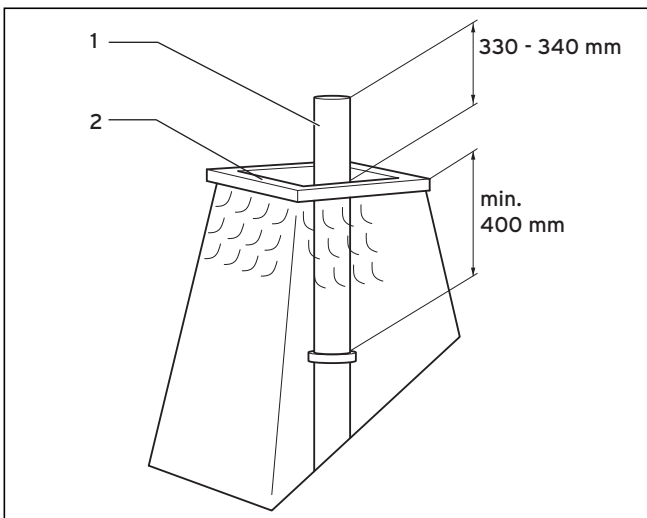

Abb. 6.27 Edelstahl-Rohr kürzen
**Beachten Sie für die Montage der Schachtabdeckung aus Edelstahl die Abb. 6.27.**
- Kürzen Sie das Edelstahl-Rohr (1) gemäß Abb. 6.27.
- Dichten Sie den Mündungsrand (2) mit Silikon ab.